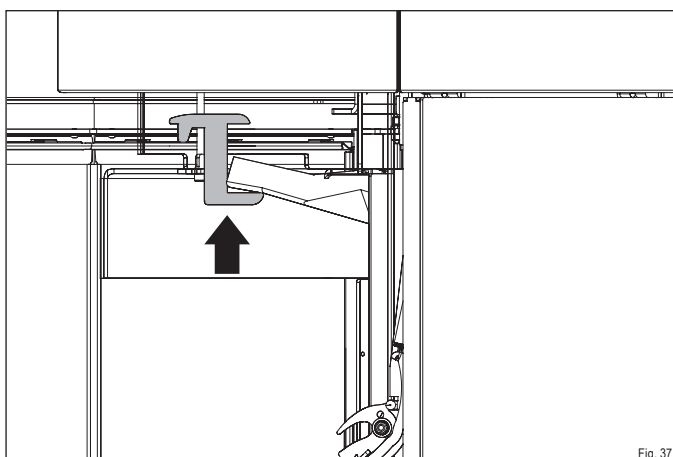

Fig. 37
- ▶ Faites glisser le de la pierre thermique vers le haut (Fig. 37).